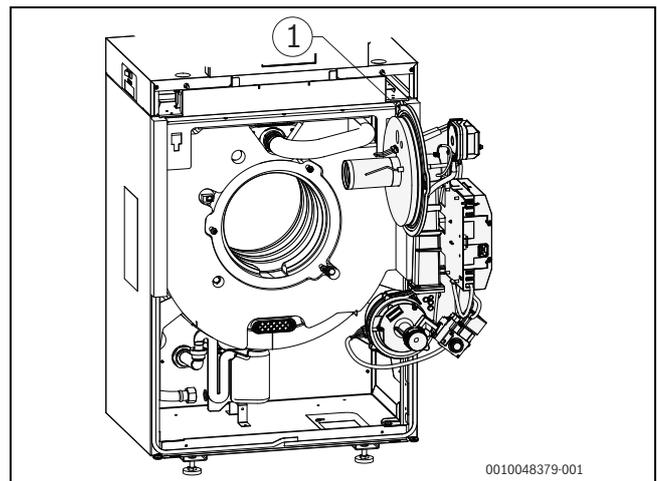

Bild 14 Brenner in Serviceposition
- ▶ Vor Brennermontage den richtigen Sitz des O-Rings (→ Bild 14) überprüfen und ggf. korrigieren.